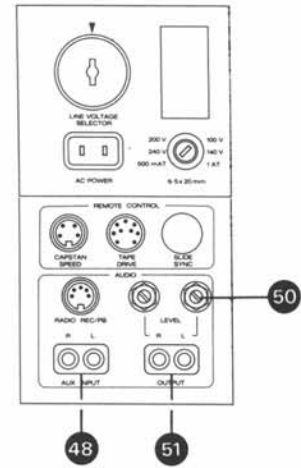

Fig. 6.4.-5
- Connect audio generator to both AUX INPUTS (48) in parallel.
- Connect audio millivoltmeter to OUTPUT (51).
- Effectuez les commutations selon la fig. 6.4.-3.
- Raccordez un générateur BF aux entrées AUX INPUT (48).
- Branchez un millivoltmètre à la sortie OUTPUT (51).
- Bedienelemente nach Fig. 6.4.-5 einstellen.
- NF-Millivoltmeter an Ausgang (51) OUTPUT L anschliessen.
- Wiedergabetaste PLAY drücken und an Justierschraube (P) auf Ausgangsspannungs-Maximum einstellen.